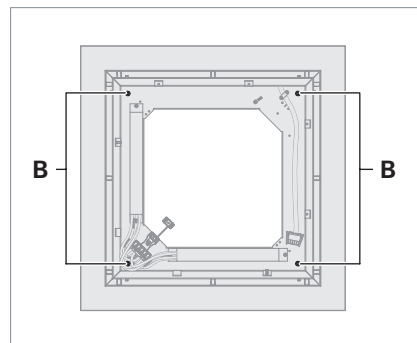

Fig. 3: Leuchtenrahmen an Decke fixieren.
- ▶ Fixieren Sie den Leuchtenrahmen an der Decke, indem Sie die vier Schrauben **B** gleichmäßig anziehen, siehe Fig. 3.